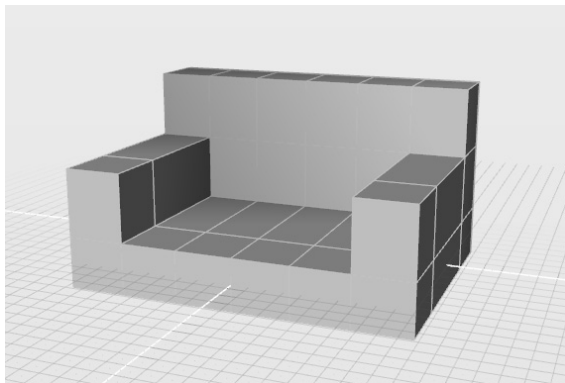

图 7-13 完成沙发另外一侧的扶手
11) 针对另外一侧可做同样的操作，结果如图 7-13 所示。